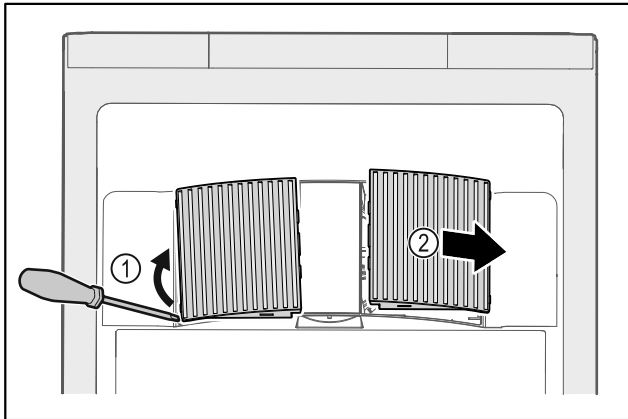

Fig. 228
- ▶ Ventilatorafdekkingen voorzichtig aan de zijkant eruit halen Fig. 228 (1) en naar de voorkant toe verwijderen Fig. 228 (2).